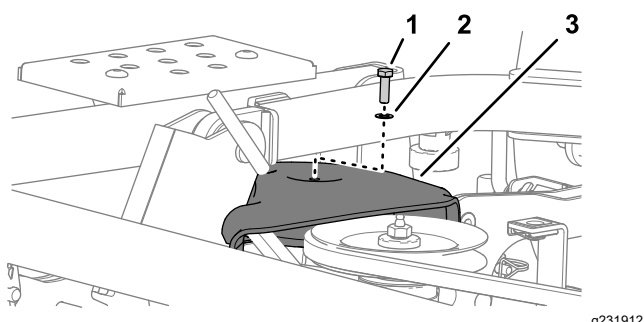

Figure 117
2. Retirez le boulon et la rondelle qui fixent le couvercle de poulie au plateau de coupe (Figure 117).
1. Placez le couvercle de poulie sur la poulie à l'extrême droite ; voir Figure 117 sous Dépose du couvercle de poulie \(page 84\).